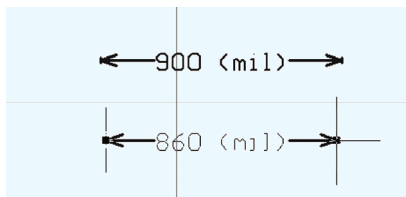

图 5-67 执行尺寸标注命令后的状态
- 1) 单击绘图工具栏中的按钮，系统出现如图 5-67 所示的状态。